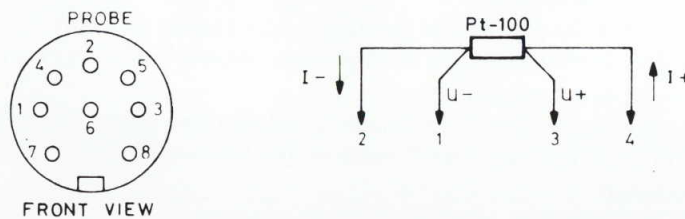

Abb. 16. Anschlussdaten des Eingangs-PROBE ($^{\circ}\text{C}$).
- Für den Anschluss eines Pt-100-Elements siehe Abb. 16.